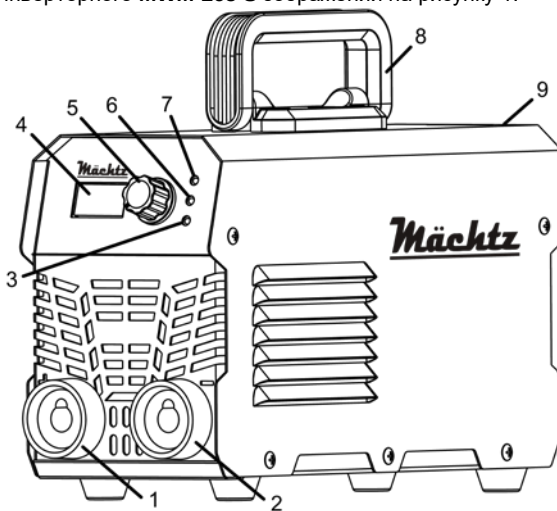

Рисунок 1
- Після увімкнення системи примусового охолодження апарату (стане чутним характерне гудіння), поворотом рукоятки регулятора зварювального струму (5, рисунок 1) встановіть необхідну величину струму.